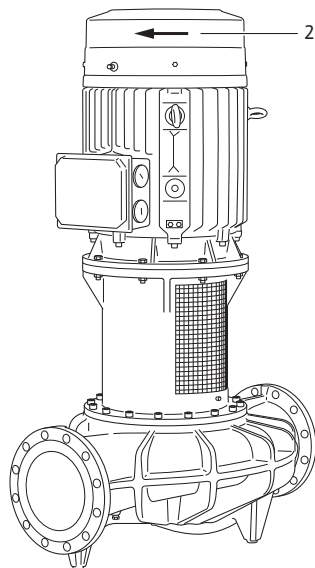

Fig. 37: Drehrichtung überprüfen
- Durch kurzzeitiges Einschalten überprüfen, ob die Drehrichtung mit dem Pfeil auf der Lüfterhaube (siehe Fig. 37, Pos. 2) übereinstimmt. Bei falscher Drehrichtung ist wie folgt zu verfahren: